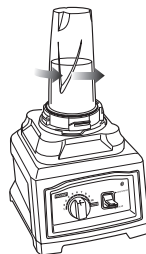

Fig. 12
- 7 Cuando haya alcanzado la consistencia deseada, gire la taza individual en sentido contra horario (Fig. 12) y levántela para removerla. (Fig. 13)